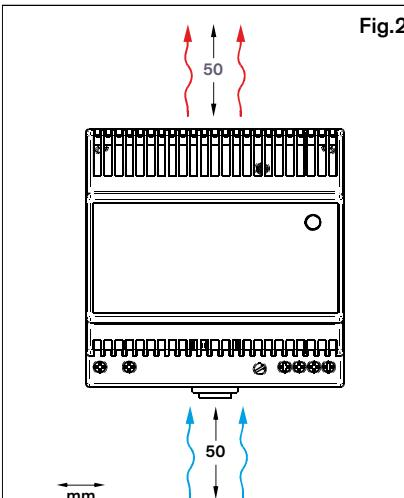

Fig.2
- Dev'essere garantito un sufficiente raffreddamento. Fig.2
L'alimentatore può essere montato su una barra DIN da 35 mm conforme con le specifiche DIN EN 50022. Rispettare i requisiti relativi allo spazio di ventilazione che dev'essere presente sopra e sotto l'apparecchio. Fig.2
- Следует обеспечить надлежащее охлаждение прибора. Fig.2